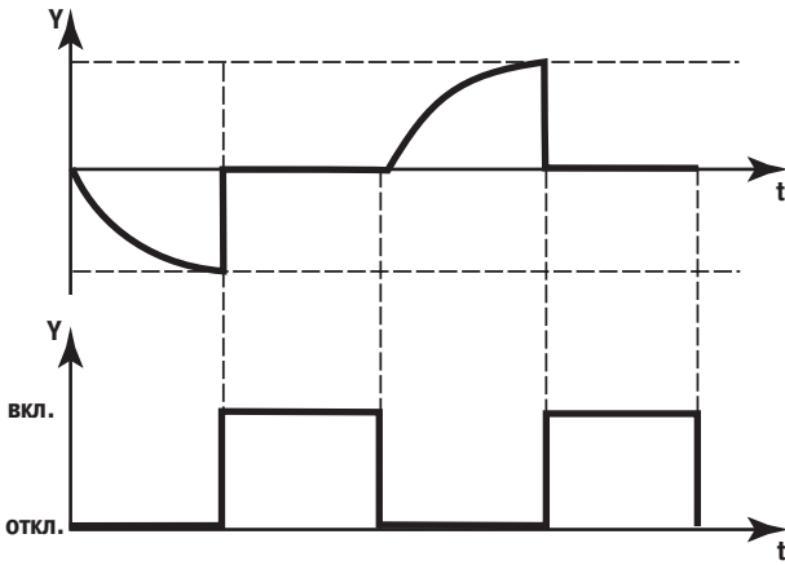

Рисунок 3.5
3.2.1.2 Устройство контроля состояния тиристора анализирует состояние проводимости тиристоров на протяжении всей работы блока (рисунок 3.5). Устройство контроля перехода через ноль и устройство контроля состояния тиристора синхронизируют работу устройства обработки сигналов.